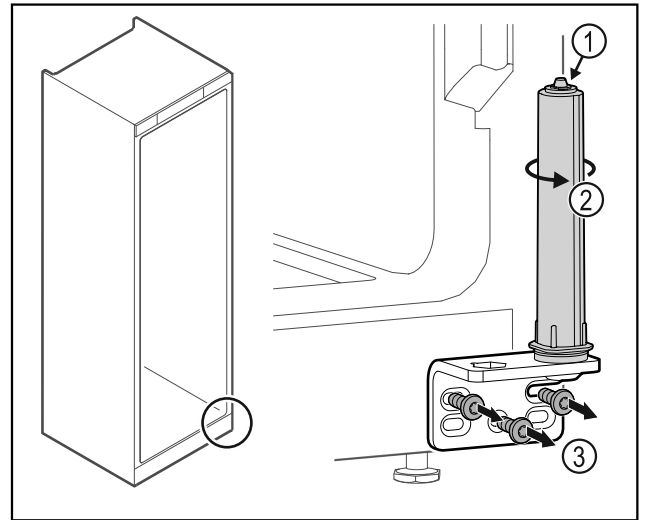

Fig. 30
- ▶ Neardykite durų uždarymo sistemos Fig. 30 (1).
- ▶ Sukite uždarymo sistemą Fig. 30 (2), kol ji užsifiksuos.
- ▶ Atsukite šarnyrinį kampuočių Fig. 30 (3).